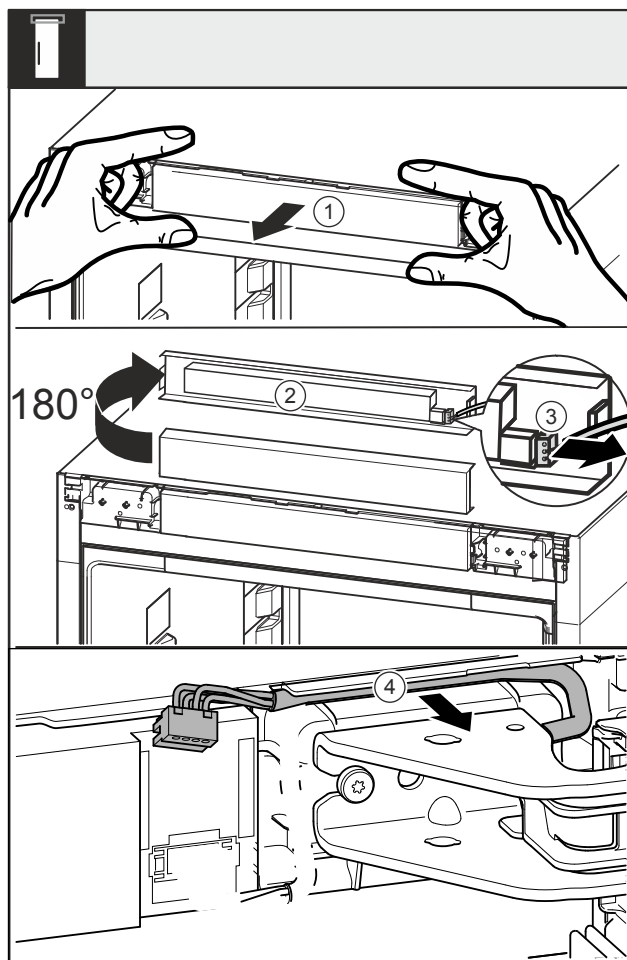

Fig. 17
- ▶ Освободете капачката Fig. 17 (1) напред.
- ▶ Завъртете капачката Fig. 17 (2) нагоре на 180°.
- ▶ Натиснете фиксиращия палец на щекера Fig. 17 (3) назад и внимателно издърпайте щекера.
- ▶ Освободете от водача кабела Fig. 17 (4) над лагерната стойка.